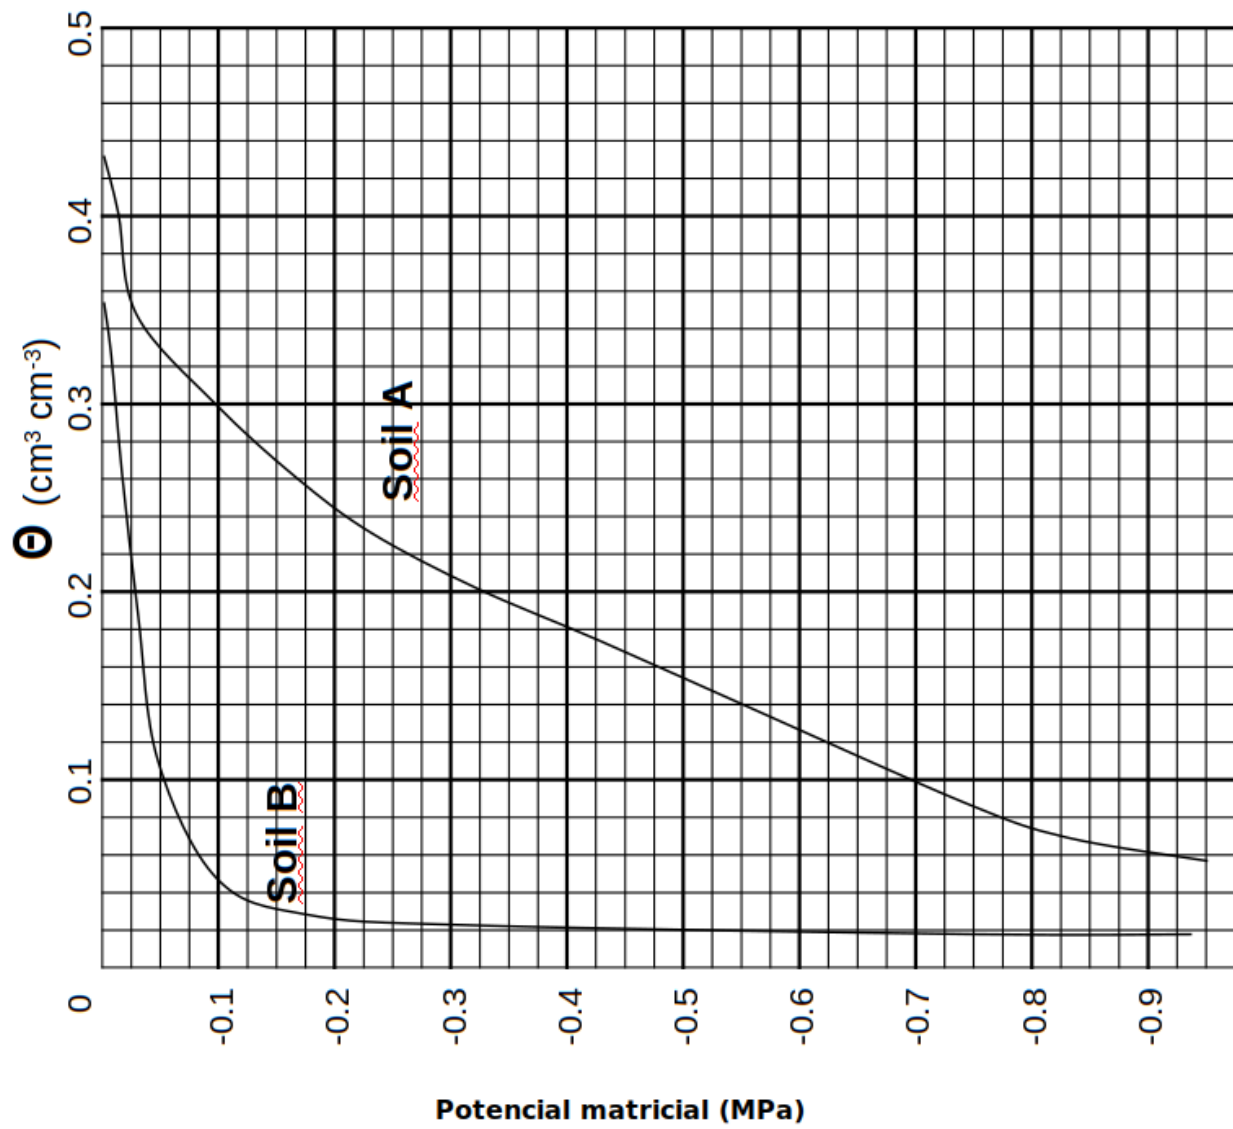

Figura 1: Curva de retención de humedad para dos tipos de suelos
3. La curva de retención de humedad (aka: curva característica de humedad de suelo) para dos tipos de suelo se muestra en la Figura 1.
- a) ¿Cuál es el contenido de humedad a capacidad de campo (CC) y punto de marchitez permanente (PMP) para los dos suelos?